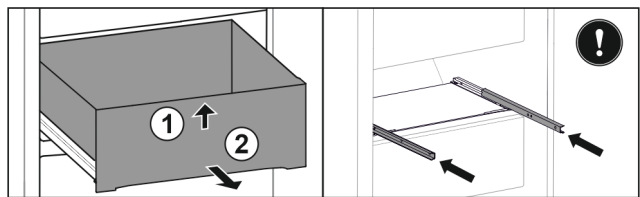

Fig. 123
- ▶ Підняти висувний ящик спереду. Fig. 123 (1)
- ▶ Вийняти висувний ящик рухом вперед. Fig. 123 (2)